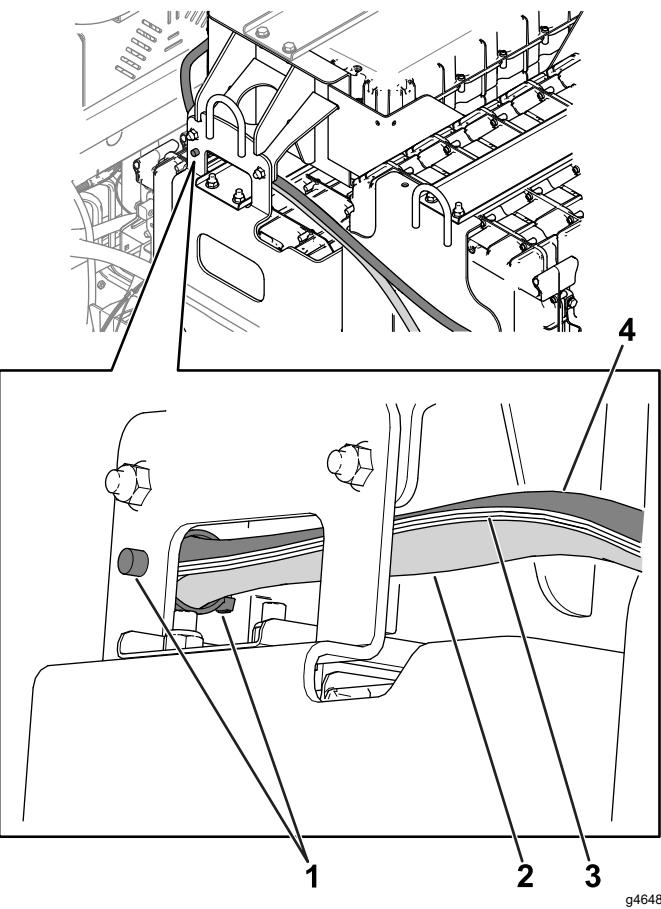

図 10
6. プッシュファスナーを使って、バッテリーケーブルとデータインターフェイスワイヤーハーネスをバッテリートレイに固定する(図 10)。